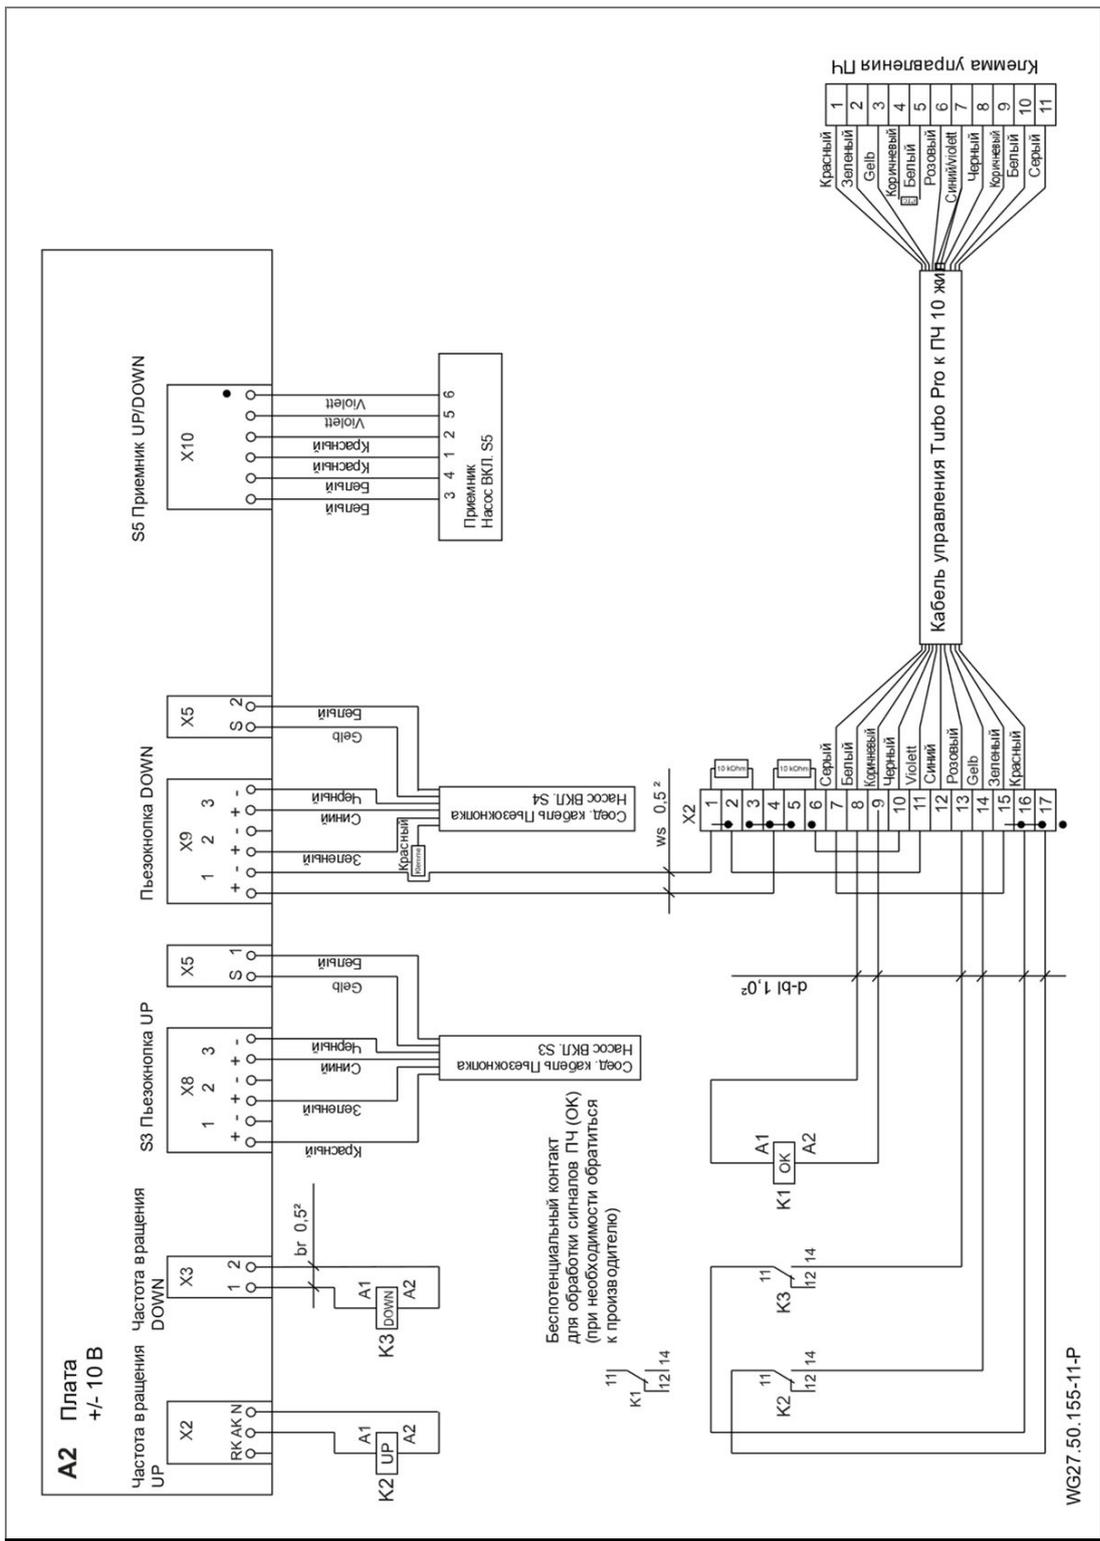

Рис. 16
4. Провода для РТС (коричневые/черные) подключить в соответствии со схемой. См. "Рис. 16" на стр. 35